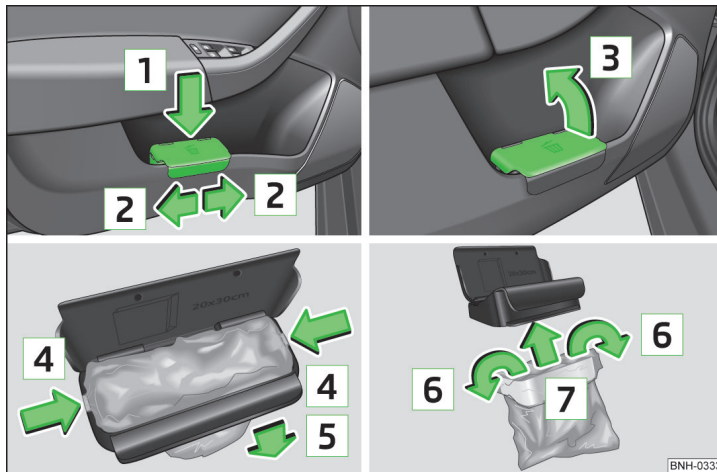

Abb. 65 Abfallbehälter: einsetzen und verschieben / öffnen / Beutel ersetzen
- Den Abfallbehälter im hinteren Bereich in Pfeilrichtung **1** » Abb. 65 eindrücken.
- Den Abfallbehälter entgegen der Pfeilrichtung **1** » Abb. 65 herausnehmen.
- Den Abfallbehälter in Pfeilrichtung **3** » Abb. 65 öffnen.
- Die beiden Rastnasen des Innenrahmens in Pfeilrichtung **4** » Abb. 65 vom Behälterkörper abdrücken.